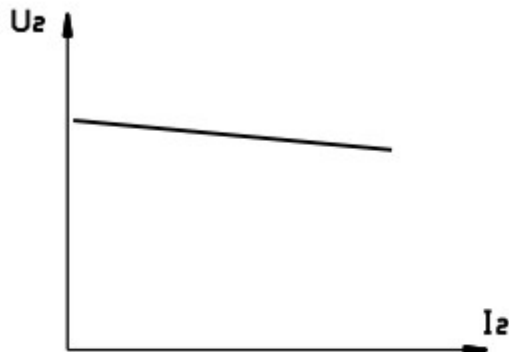

Рис.2
В режиме нагрузки определяется внешняя характеристика трансформатора (рис.2):  $U_2 = f(I_2)$ , при  $U_1 = \text{const}$ ,  $\cos\phi = \text{const}$ , в основе которой лежит уравнение (6).